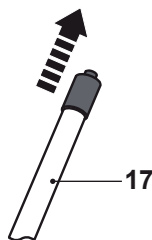

Fig. 2
- > Retirer la protection du tube de transmission bas [17] (Fig.2)